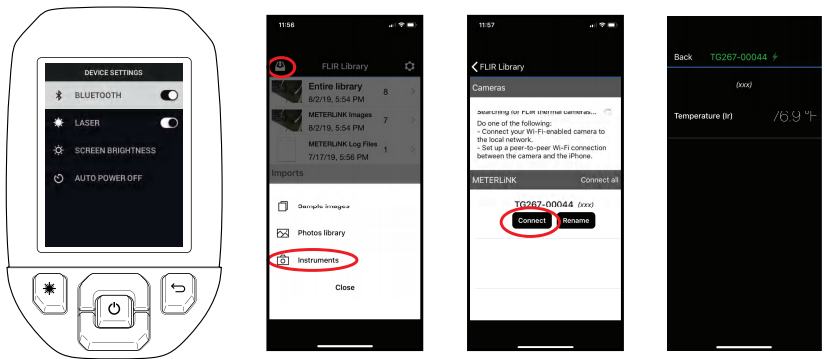

图 7.1 将 TG275 与移动设备配对
1. 打开 TG275 的蓝牙® 功能（设置/设备设置）。有关支持此部分的图示，请参见下面的图 7.1。